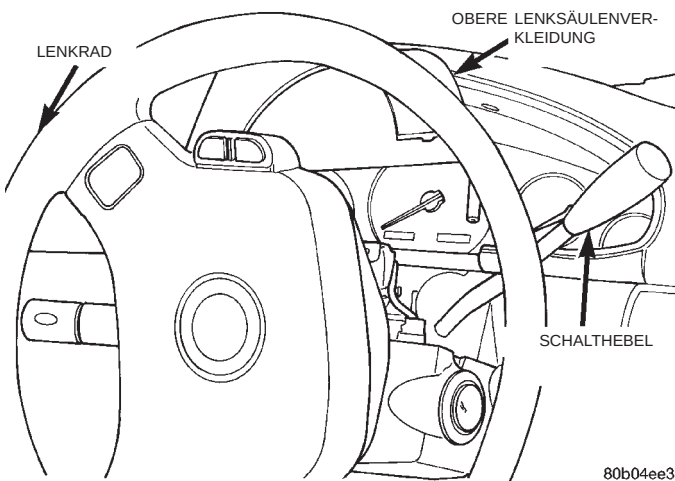

Abb. 14 Obere Verkleidung ausbauen
(3) Lenksäule nach unten neigen und obere Hälfte der Verkleidung ausbauen (Abb. 14).